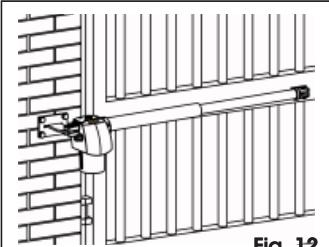

Fig. 12
**⚠ L'opérateur G-BAT est disponible dans les versions droite et gauche. L'opérateur doit toujours être positionné d'après la Fig. 12. Un opérateur est "droit" lorsqu'en regardant le portail du côté de l'installation de l'opérateur, il se trouve à droite du vantail (ou sur le vantail de droite en cas d'applications à deux moteurs). Par conséquent, le moteur qui se trouve à gauche (ou sur le vantail de gauche) est identifié comme un**